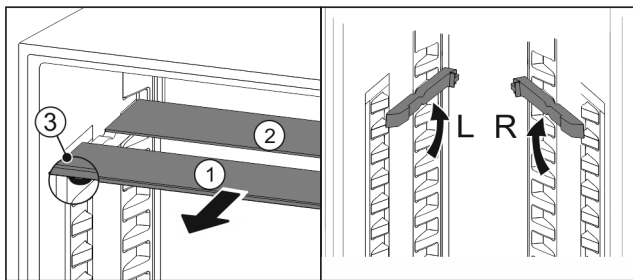

Fig. 27
- ▶ Skleněné desky jednotlivě vytáhněte dopředu Fig. 27 (1).
- ▷ Skleněná deska Fig. 27 (1) s ozdobnou lištou leží vpředu.
- ▷ Zářázky Fig. 27 (3) směřují dolů.